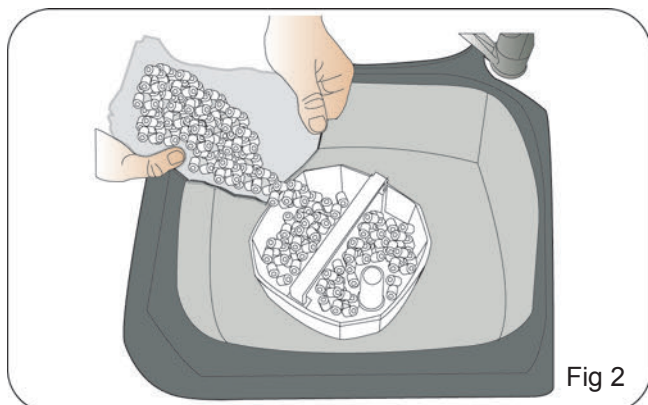

Fig 2
2. Rimuovere la griglia del filtro ed i cestelli per gli elementi dal contenitore, rimuovere tutti gli elementi dal sacchetto di plastica e riposizionarlo nel suo cestello secondo le impostazioni per gli elementi illustrate a pagina 64. Pulire i cestelli con gli elementi sotto l'acqua corrente per rimuovere la polvere in eccesso. Fig 2